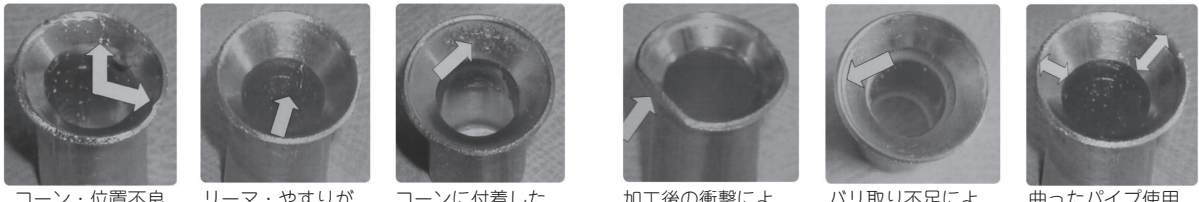

図2 フレア加工の不具合例
⑤フレア部の確認：下表にてA寸法を確認し、図2のような形状となっていないが確認してください。